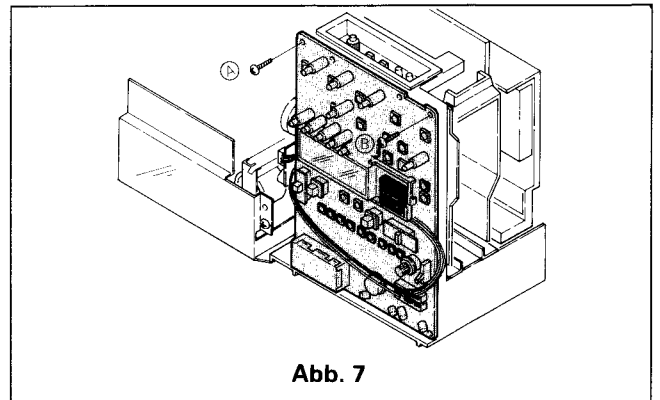

Abb. 7
1. Entfernen Sie die Schrauben ① und ② und sichern Sie die Platine (Abb. 7).